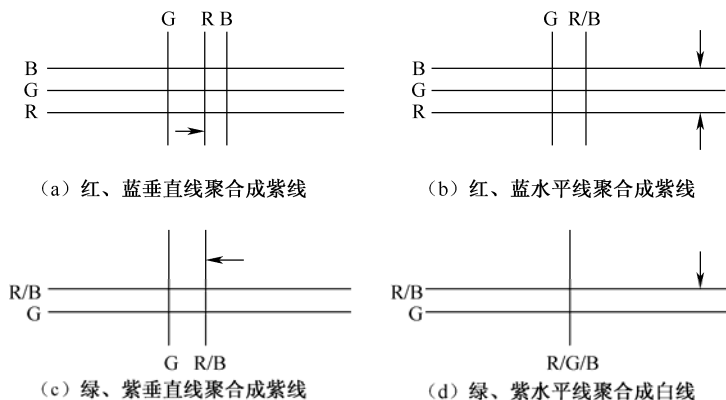

图 2-20 静会聚的调整图案
1) 若中心区域红、蓝垂直线没有重合, 可改变两个四极磁环的夹角, 使红、蓝垂直线在屏幕中心区域会聚, 呈紫色垂直线, 如图 2-20 (a) 所示。
2) 若中心区域红、蓝水平线没有重合, 可同时朝某方向旋转两个四极磁环, 使红、蓝水平线在屏幕中心区域会聚, 呈紫色水平线, 如图 2-20 (b) 所示。
3) 若中心区域紫、绿垂直线没有重合, 可改变两个六极磁环的夹角, 使紫、绿垂直线在屏幕中心区域会聚, 呈白色垂直线, 如图 2-20 (c) 所示。
4) 若中心区域绿、紫水平线没有重合, 可同时朝某方向旋转两个六极磁环, 使紫、绿水平线在屏幕中心区域会聚, 呈白色水平线, 如图 2-20 (d) 所示。
四极磁环的特点是，磁环磁场对 G 中束不影响，而使 R、B 两边束作等量反方向位移。调整时，让电视机屏幕显示方格测试图像，如果 R、G 两边束没有在水平、垂直方向聚合成紫色线条，则可调整四极磁环，使之聚合成紫色线，如图 2-20 (a)、(b) 所示。
六极磁环的特点是，磁环磁场对 G 中束也没有影响，而使 R、B 两边束作等量同方向位移。当 R、B 两边束已经聚合成紫色线后，但没有再与绿束重合成白色线，此时可调整六极磁环，使之聚合成白色线，如图 2-20 (c)、(d) 所示。